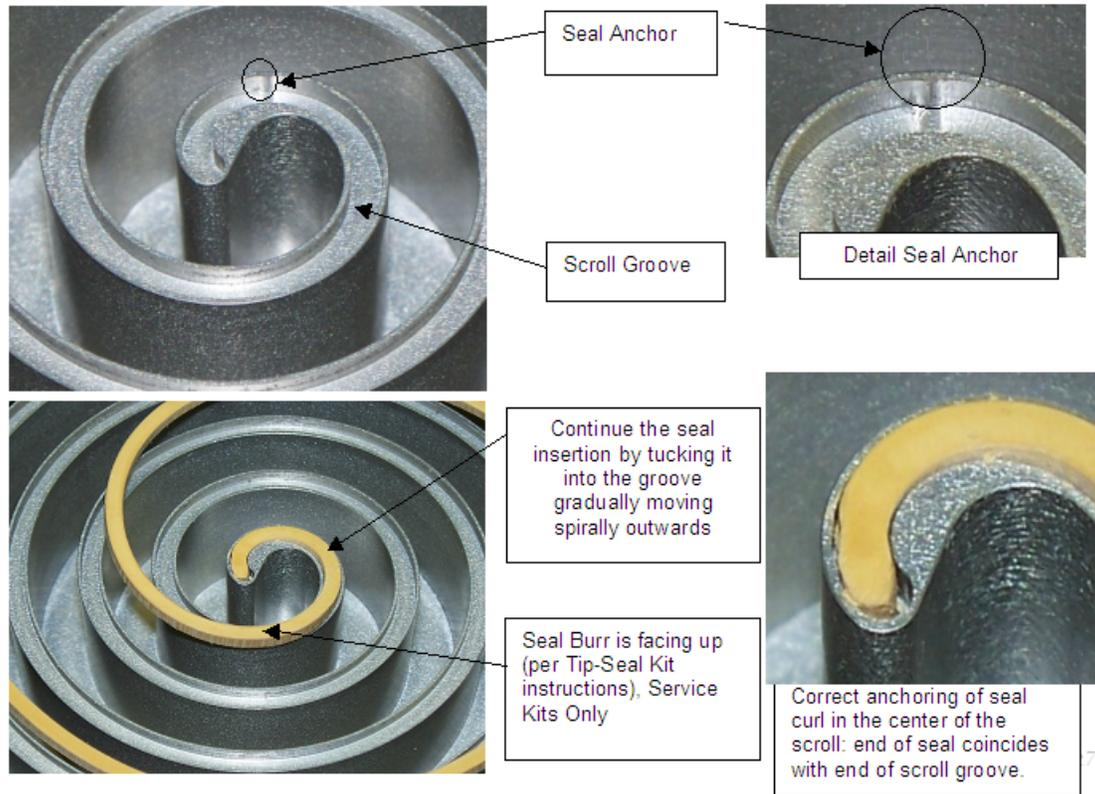

Abbildung 11 Sitz der Spitzendichtung
- a. Die Schneidgrate an den Rändern der Dichtung nach oben halten und das eng gewickelte Ende in die Mitte der umlaufenden Spirale schieben, bis die Dichtung richtig in der Nut sitzt und der Anker in der Nut in die Seite der Dichtung eingreift (Abbildung 11). Sie müssen evtl. etwas Kraft aufwenden, um die Dichtung fest in die Nut zu drücken. Die Dichtung ist richtig eingebaut, wenn sie vollständig in der Nut sitzt und nur noch minimal aus ihr herausragt.